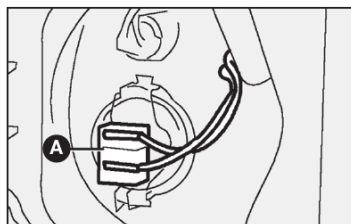

fig. 19
- 2) soltar o conector A-fig. 19 de alimentação da lâmpada;